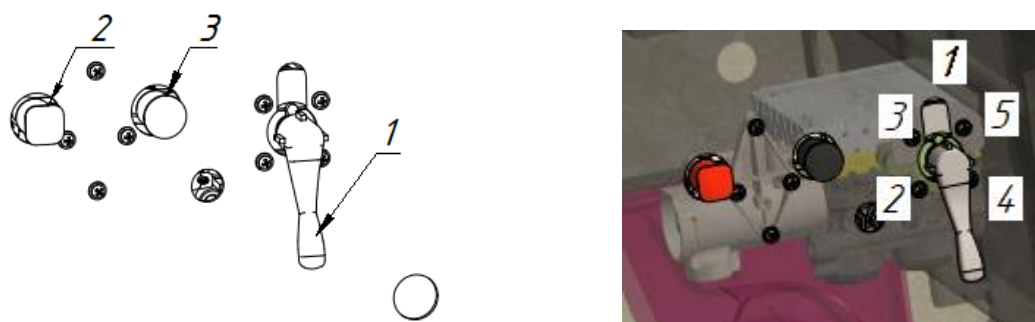

Рис. 2.7 - Пульт управления пневмоподвеской с краном
В случае обрыва соединительных шлангов между тягачом и полуприцепом, полуприцеп самозатормаживается. Для растормаживания (и затормаживания) полуприцепа используется кран с механическими кнопками, расположенный на пульте управления (см. рис. 2.7).
Привод стояночного тормоза пневматический, действует на задние колеса и предназначен для затормаживания полуприцепа. Используется при сцепке и расцепке с тягачом. Затормаживание происходит за счет тормозных камер с энергоаккумуляторами. При отсутствии (отключении) подачи воздуха в пневмосистеме, полуприцеп автоматически затормаживается стояночной системой и ее разблокировка возможна только после накачивания воздуха до нужного давления, либо сжатием пружин энергоаккумуляторов специальными болтами. При наличии воздуха в пневмосистеме стояночная тормозная система полуприцепа может приводиться в действие вручную, потянув на себя кнопку (3), расположенную на пульте управления (рис. 2.7).